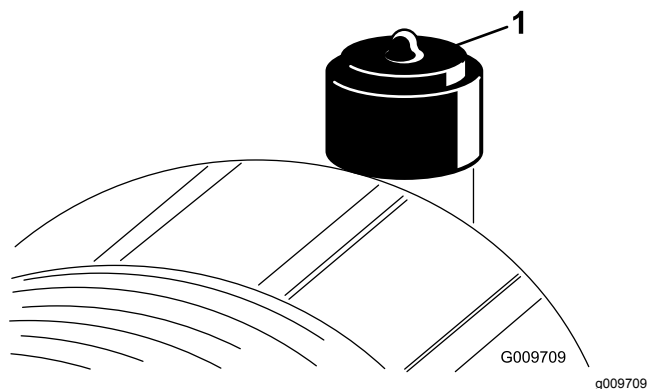

図 54
エアクリーナのフィルタの整備は、インジケータ図 54 が赤色になってから行ってください。早めに整備を行っても意味がありません。むしろフィルタを外したときにエンジン内部に異物を入れてしまう危険が大きくなります。
9. インジケータ図 54 が赤になっている場合はリセットする。